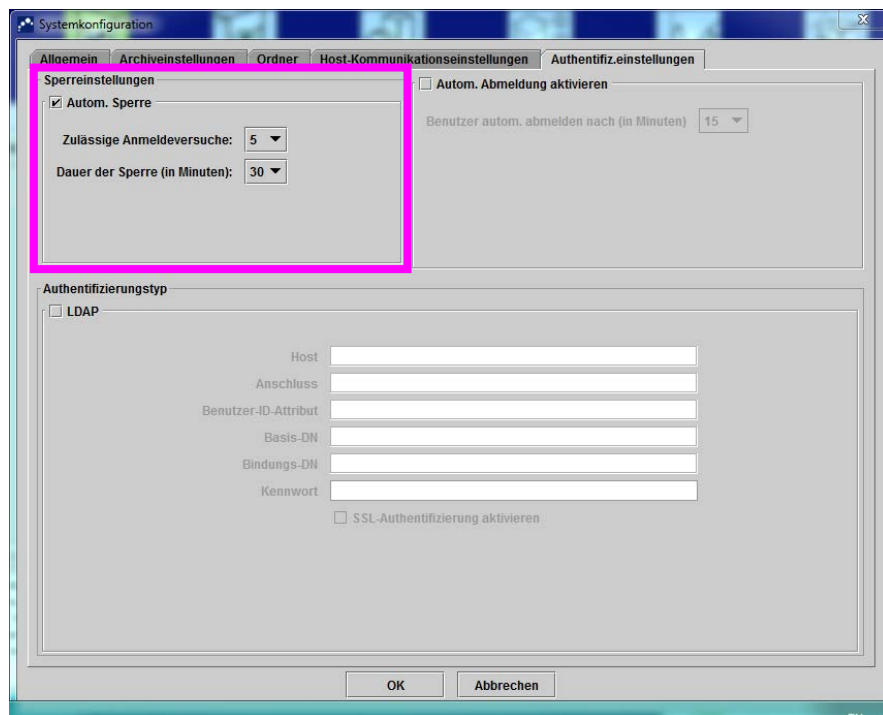

Abbildung 2-85. Für die automatische Sperre konfigurierte Authentifizierungseinstellungen
2. Klicken Sie auf die Registerkarte **Authentifiz.einstellungen**. Daraufhin werden die Informationen zu den Authentifizierungseinstellungen angezeigt. Siehe Abbildung 2-85.